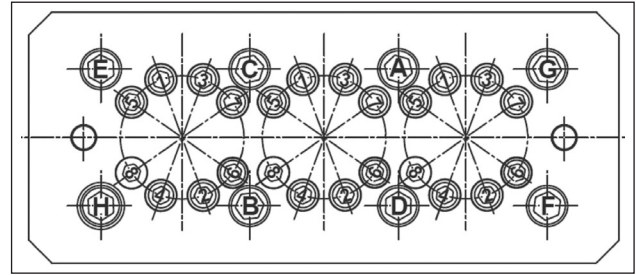

Abb. 51
** Die Befestigungsschrauben des Kopfs müssen in den Phasen und der Reihenfolge gemäß Schema in Abb. 51 festgezogen werden.
*** Die Befestigungsschrauben der Buchsen müssen in den Phasen und der Reihenfolge gemäß Schema in Abb. 51 festgezogen werden.